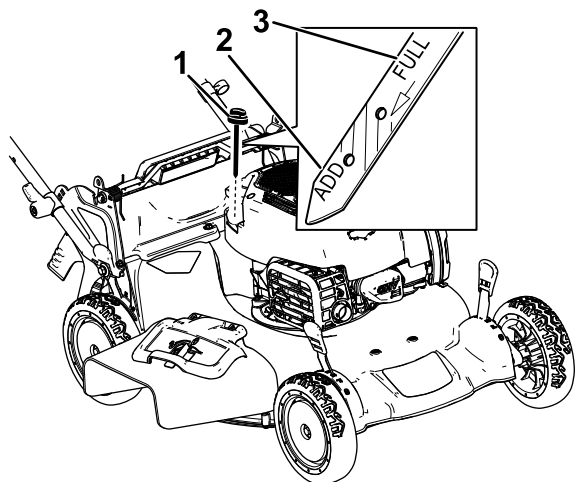

Рисунок 26
3. Выньте масломерный щуп, повернув крышку против часовой стрелки и вытянув ее (Рисунок 26).
10. Определите уровень масла по отметкам на щупе (Рисунок 26).